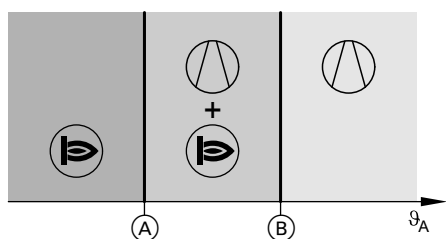
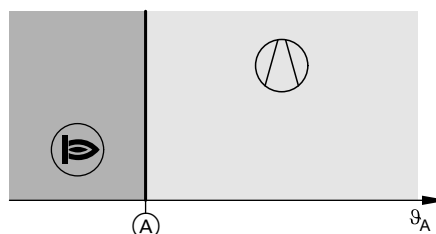

Fig. 13
Fig. 14
Votre installateur a réglé les deux limites de température extérieure (A) et (B) : voir fig. 13 et fig. 14.